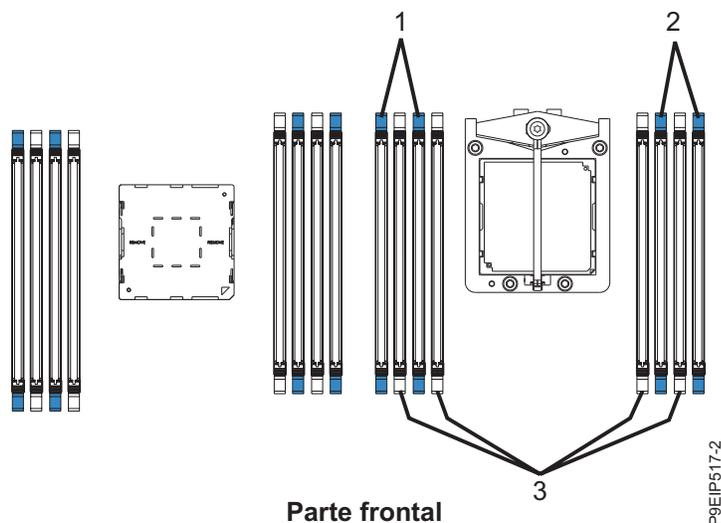

Figura 14. Secuencia de conexión de un procesador
- Para un sistema con un solo procesador, utilice la Tabla 3 en la página 18 y la Figura 14 en la página 18.